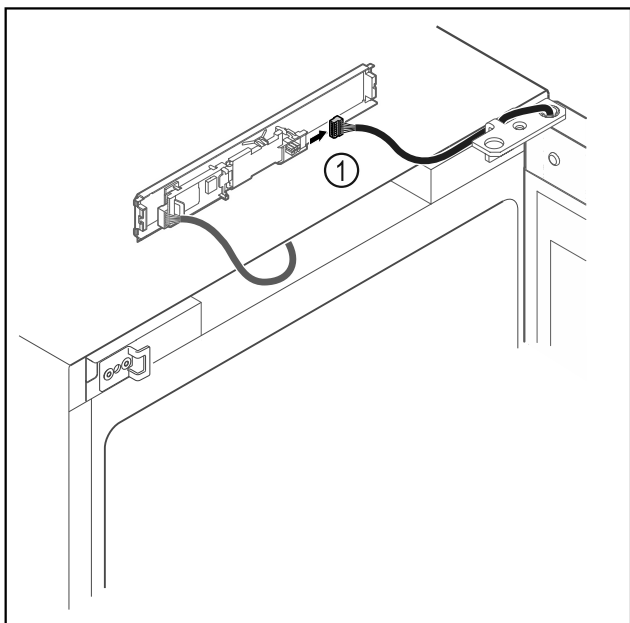

Fig. 16
- Scoateți fișa Fig. 16 (1) de la placa electronică.